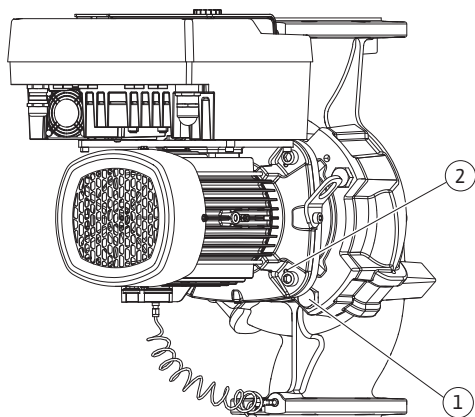

Fig. 101: Expulsión del juego de introducción mediante los taladros roscados (DN 100 ... DN 125)
22. Expulse el juego de introducción de la carcasa de la bomba. Para ello, utilice los 2 taladros roscados (véase la Fig. 101, Pos. 1).